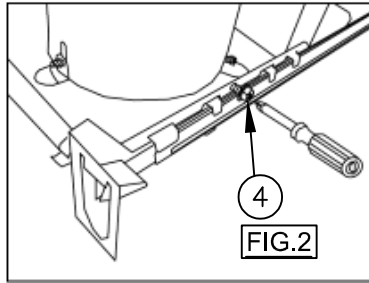

FIG.2
**CAUTION:** To complete the installation, choose only UL or CSA Listed Progress Trims from the label inside the Housing. The use of any trim not listed in this Fixture is a Violation of N.E.C. Article 110-3 (B) and Voids All Warranties.
- 1.- For Wooden Joists: Extend the Bar Hangers (1), use joist alignment tabs to locate fixture and hammer the nails (2) into Joists (3). Drive additional nails through holes in Bar Hangers for alternate support if required. Bars may be shortened at score mark to fit tight mounting conditions and joist alignment tabs removed to adjust vertically as needed by breaking off with pliers.
- 2.- Position Housing in desired location relative to the Bar Hangers and tighten the screws (4) to prevent further Housing movement. (Fig.2)
**PRECAUCIÓN:** Para llevar a cabo esta instalación, seleccione únicamente los embellecedores domésticos de la lista UL que vengan indicados en la etiqueta del interior de la carcasa. La utilización de cualquier tipo de embellecedor distinto a los que se indican en este accesorio supone una violación del Artículo 3-110 (B) de N.E.C. e invalida todas las garantías.
1.- Para vigas de madera: Extienda las barras suspensoras (1), utilice pestañas de alineación con las vigas para colocar el accesorio y clave los clavos (2) en las vigas (3). Inserte clavos adicionales en los orificios de las barras suspensoras para una sujeción complementaria en caso de que sea necesario. Las barras suspensoras pueden recortarse con tenazas por las zonas marcadas para ajustarse a condiciones de montaje estrechas y las pestañas de alineación con las vigas pueden retirarse para ajustarse verticalmente según sea necesario.
2.- Coloque la carcasa en la ubicación deseada junto a las barras suspensoras y apriete los tornillos (4) para evitar que se mueva la carcasa. (Fig.2)
1.- Pour les solives en bois : Étendez les barres de suspension (1), servez-vous des languettes d'alignement des solives pour installer le luminaire et enfoncez les clous (2) à l'aide d'un marteau dans les solives (3). Enfoncez des clous supplémentaires dans les trous de la barre de suspension pour un soutien supplémentaire, si besoin. Les barres peuvent être raccourcies pour s'adapter aux conditions de montage spécifiques et les languettes d'alignement des solives peuvent être retirées pour un ajustement vertical en les rompant avec une pince.
2.- Placez le boîtier dans la position souhaitée par rapport à la barre de suspension et serrez les vis (4) pour éviter tout mouvement du boîtier. (Fig. 2)